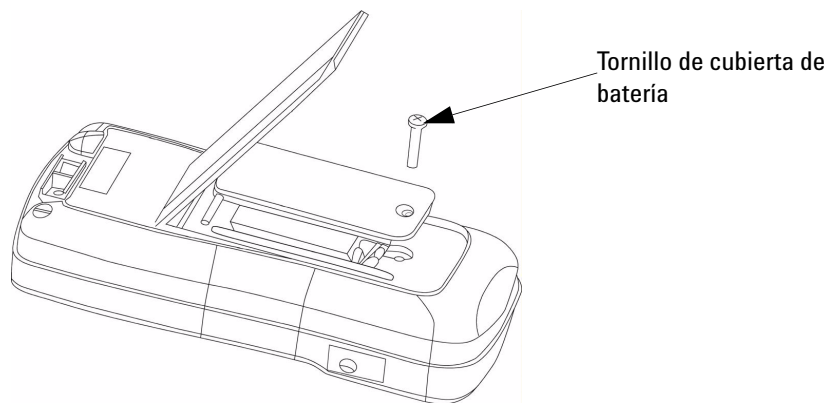

Figura 4-1 Reemplazo de la batería
- 2 Desatornille los tornillos en la cubierta de la batería (consulte la Figura 4-1).